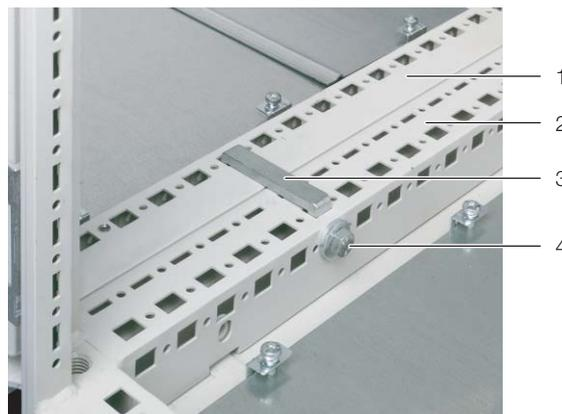

Рис. 15: Стягивающий соединитель
- Вставьте с передней части стягивающий соединитель (рис. 15, поз. 3) от серверного шкафа (рис. 15, поз. 2), используя соответствующий вырез в боковой стенке LCP DX (рис. 15, поз. 1).
- Привинтите стягивающий соединитель со стороны серверного шкафа (рис. 15, поз. 4), чтобы рамы серверного шкафа и LCP DX были жестко между собой соединены.